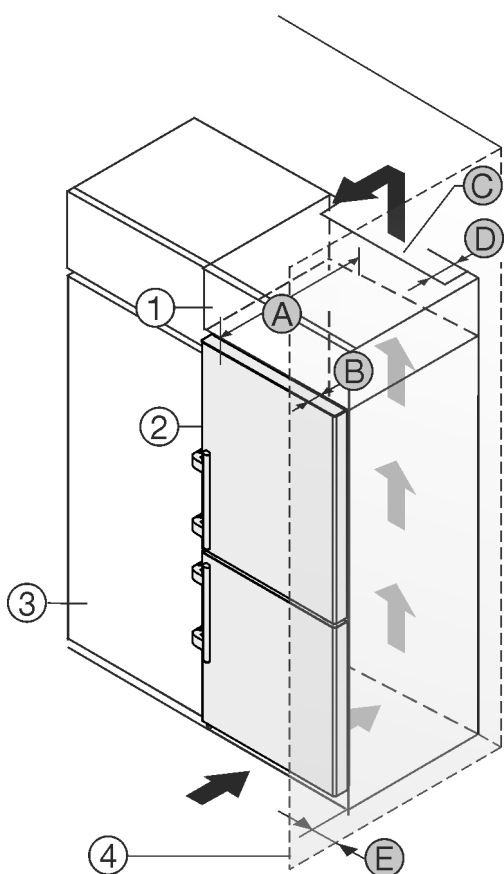

Fig. 2
Du kan ställa apparaten direkt bredvid köksskåpet *Fig. 2 (3)*.\* Bakom överskåpet måste det finnas en luftspalt med djupet *Fig. 2 (D)* längs hela överskåpets bredd.\*
Under taket måste angiven ventilationsprofil *Fig. 2 (C)* följas.\*
Om du placerar apparaten med gångjärnen bredvid en vägg *Fig. 2 (4)* måste avståndet mellan apparaten och väggen vara minst 57 mm. Detta motsvarar hur mycket handtaget sticker ut med öppen dörr.\*
För att dörren ska kunna öppnas helt måste apparaten sticka ut från köksskåpets front med samma mått som dörrens djup *Fig. 2 (B)*. Beroende på köksskåpets *Fig. 2 (3)* djup och om väggavståndshållare används kan skåpet skjuta ut ännu mer.\*